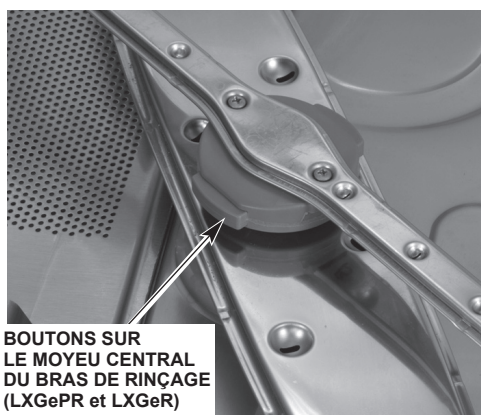

Fig. 8
2. Retirez le bras de rinçage inférieur en appuyant sur les boutons situés sur les côtés du moyeu central et tirez vers vous (fig. 8). Enlevez le bras de lavage inférieur en retirant le bras de son axe. Retirez les bras de rinçage et de lavage supérieurs de la même façon. Enlevez le filtre à gros grains et le filtre fin (voir fig. 6 et 7). Nettoyez soigneusement ces pièces dans un évier. Retirez les débris pris dans les gicleurs des bras de lavage et de rinçage.